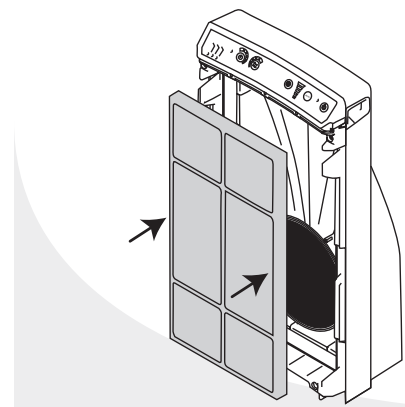

FIG. 7
2. Coloque con cuidado el filtro metiéndolo completamente en el purificador de aire (Fig. 7).